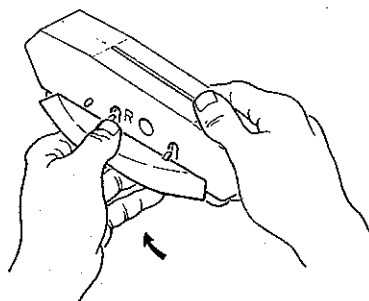

Figure 10
- Retirez les ailes usagées en les pliant vers le haut, vers les côtés de l'appareil, et détachez-les de leurs crochets (voir Figure 10). Si l'un des crochets d'aile est brisé, apportez votre Navigator à votre revendeur afin de faire remplacer l'élément. (l'unité ne fonctionnera pas correctement si les ailes ne sont pas bien attachées).